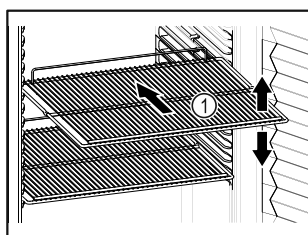

Fig. 59 Vejledende illustration
- ☐ Tilpas højden, når bæreristene Fig. 59 (1) kan flyttes.